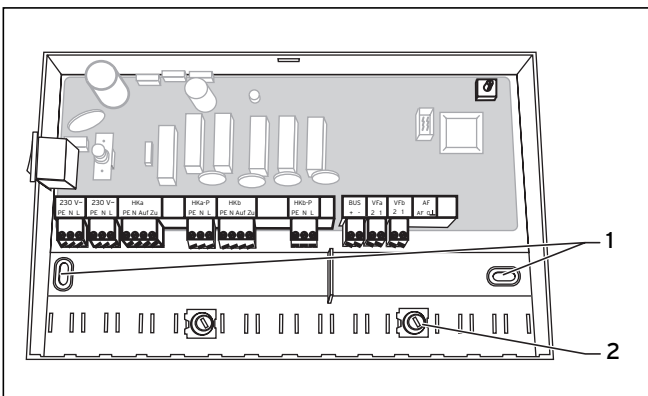

Рис. 4.2 Монтаж смесительного модуля VR 60
- закрепите все провода прилагающимися скобами крепления кабеля (рис. 4.2 (2)).